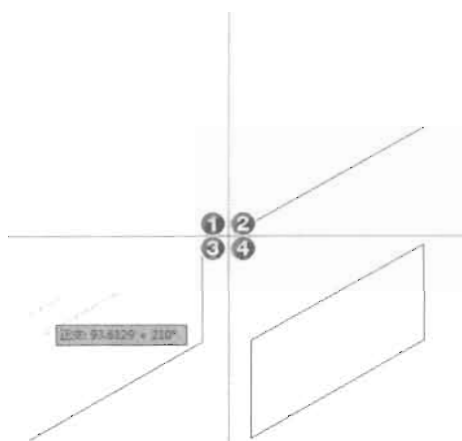

图 11-9
(1) 采用前面所讲的方法设置好等轴测环境,按 F8 键打开正交捕捉。
(2) 按功能键 F5 切换到右视平面,首先绘制长方体的右视平面,绘制效果如图 11-9 所示,命令执行过程如下。